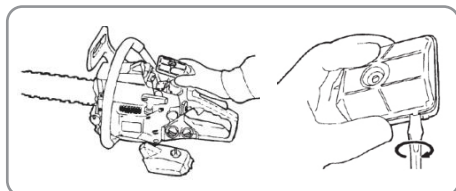

Fig. 14
- Separați cele două părți ale filtrului folosind o șurubelniță (Fig. 14).